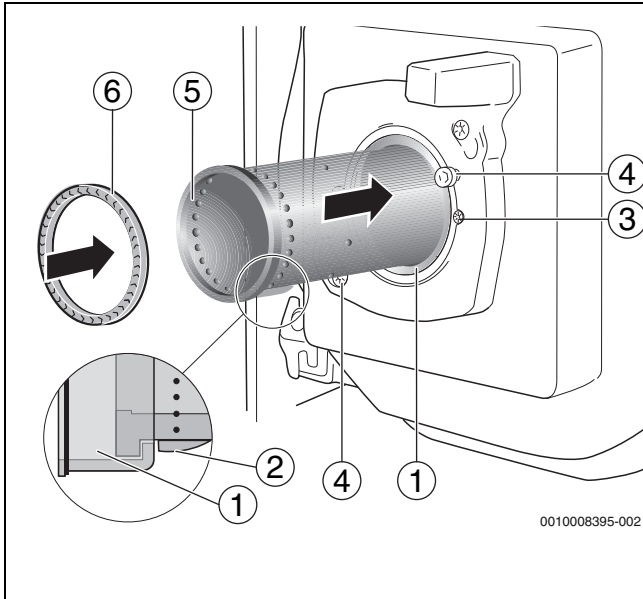

Bild 40 Brennerrohr austauschen
- ▶ Brennerrohr (→Bild 40, [5]) in das Stützrohr einsetzen. Dazu das Brennerrohr über die Nase (→Bild 40, [2]) hinweg bis gegen den Anschlag des Stützrohrs führen. Die Nase des Brennerrohrs muss dabei nach unten zeigen und einrasten (→Bild 40, [Lupe]).
- ▶ Neue Dichtung (→Bild 40, [6]) einsetzen.
- ▶ Vor dem Einbau des Brenners die Dichtung (→ Bild 40, [6]) zwischen Mischsystem und Brennerrohr prüfen.
- ▶ Dichtung (→ Bild 40, [6]) in das Brennerrohr einsetzen.
- ▶ Brenner auf die beiden Schrauben im Brennerflansch (→ Bild 40, Pfeile) aufsetzen.